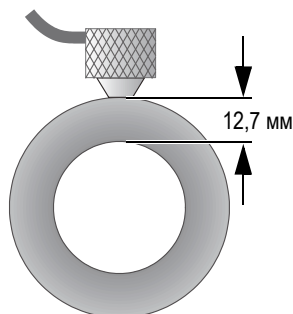

Рис. 5-11 Установка раздельно-совмещенного ПЭП на поверхности образца
2. Немного нажимая на преобразователь, установите его на тестируемый образец и постарайтесь зафиксировать на поверхности материала (см. Рис. 5-11 на стр. 77).